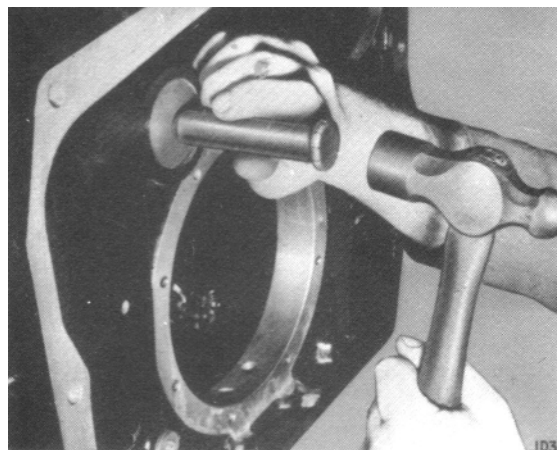

Fig.26
3. Remonter la pastille expansible dans l'alésage arrière de l'arbre à cames (Fig. 26).